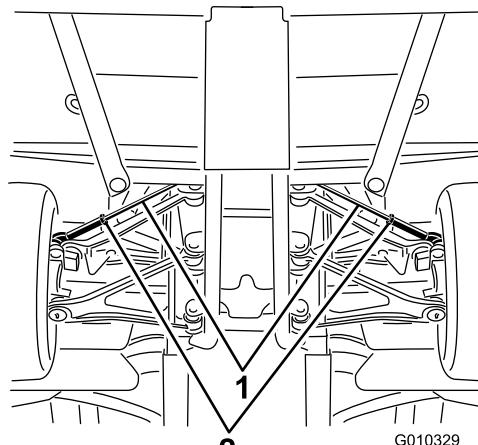

図 59
- タイロッドの中心についているジャムナットをゆるめる図 59。